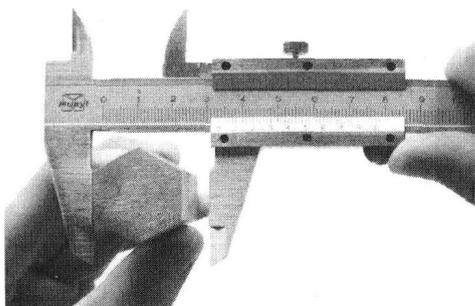

图 1-14 游标卡尺测量零件的方法
(1) 使用前要对卡尺进行细致的检查。擦净测量爪, 检查测量爪测量面是否平直, 然后将两测量爪密贴, 检查密贴处有无间隙和漏光现象, 再看尺身、游标上 0 刻度线是否对齐。
(2) 被测量零件表面不应有毛刺、损伤等, 否则测量的数值不准确。
(3) 在游标上读取数值时, 应把卡尺拿平, 面向光亮的地方, 使视线尽可能地与卡尺上刻线垂直, 以免造成读数误差。
(4) 测量零件外部尺寸时, 先把零件放置在两个张开的测量爪内, 贴紧固定测量爪, 然后推动游标, 当活动测量爪紧贴在零件上时, 即可在卡尺上读出零件的尺寸, 如图 1-14 所示。